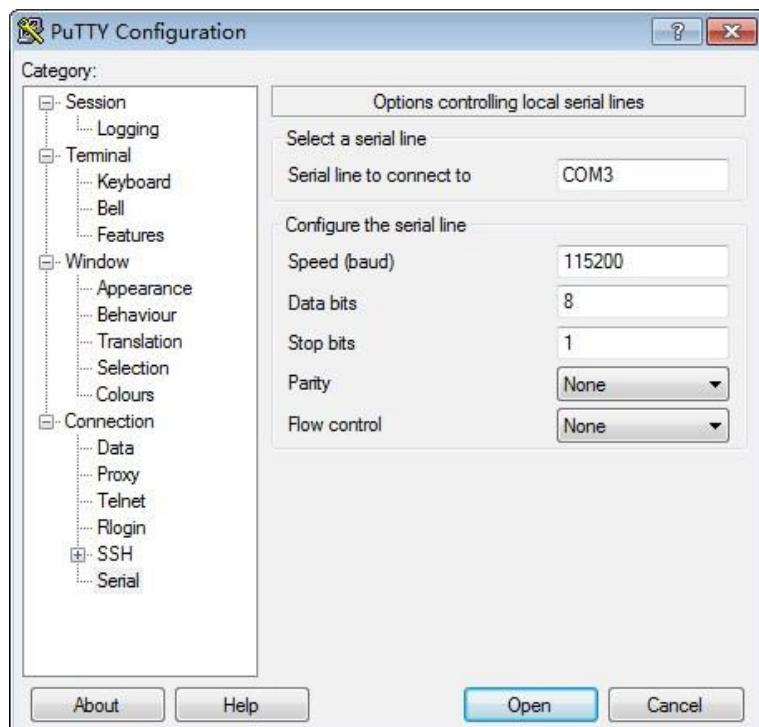

图 2.10 PuTTY 串口通信参数配置界面
3. 在左侧“Category”栏里面选择“Serial”，切换到“PuTTY Configuration”配置界面，如图 2.10 所示，串口号需要根据本机情况填写；